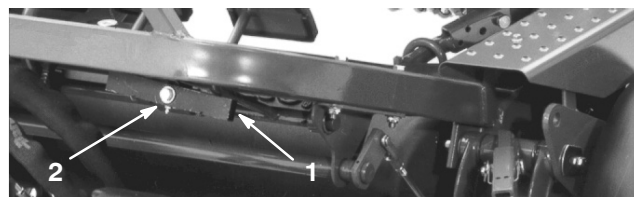

Figure 47
1. Desserrez l'écrou à l'arrière du pivot de relevage (Fig. 47).
2. Tournez la vis excentrée (Fig. 47) pour monter ou abaisser le ressort du pivot de relevage et mettre les pédales de tonte et de relevage de niveau.